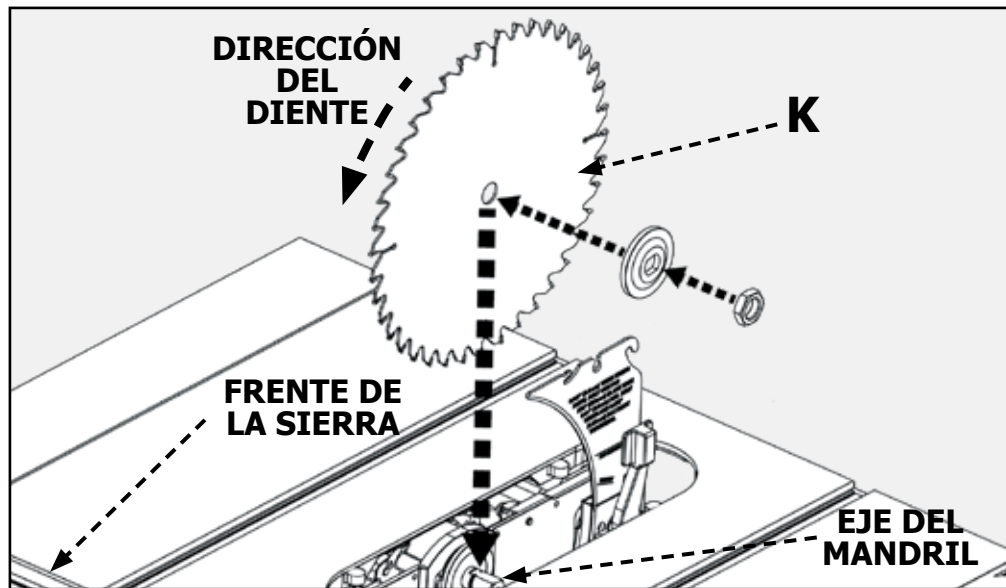

FIGURA 13
Coloque la hoja (K) en el eje con los dientes de la hoja apuntando hacia la parte frontal de la sierra. Coloque la arandela bridada en el eje con el lado grande de la arandela contra la hoja y, a continuación, fije con el conjunto de la hoja con la tuerca. (Figura 13)